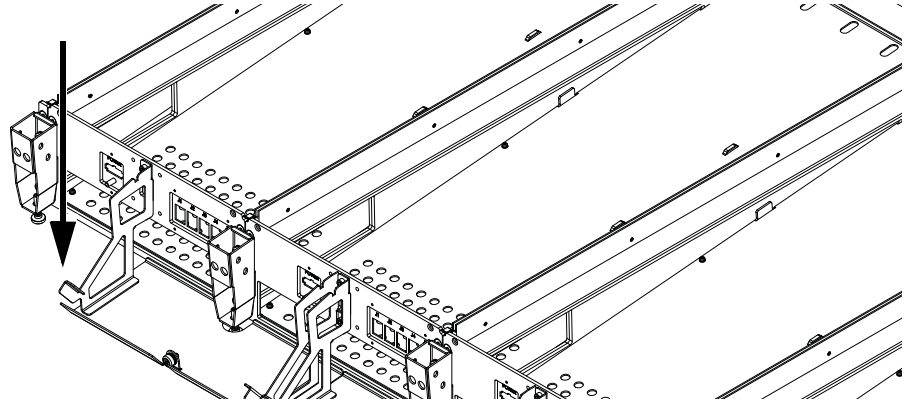

Figure 27. Espace pour le câble d'alimentation de la multiprise et le câble Ethernet de la station de travail
- 1 Avant de fixer les capots latéraux extérieurs, assurez-vous d'acheminer le câble Ethernet simple (station de travail) et l'alimentation CA vers la multiprise à travers les panneaux arrière et à travers l'espace sur la droite (ou la gauche) des panneaux arrière extérieurs (voir Figure 27).